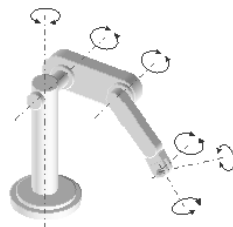

Figura 1. Robot con 6 grados de libertad
- c Se le conoce grado de libertad a cada una de las coordenadas independientes para describir el estado mecánico del robot. Entre mas posibilidades de rotación y/o traslación, mayor grado de libertad tendrá el supuesto robot. Este concepto se ejemplifica en la figura 1 y 2[1].